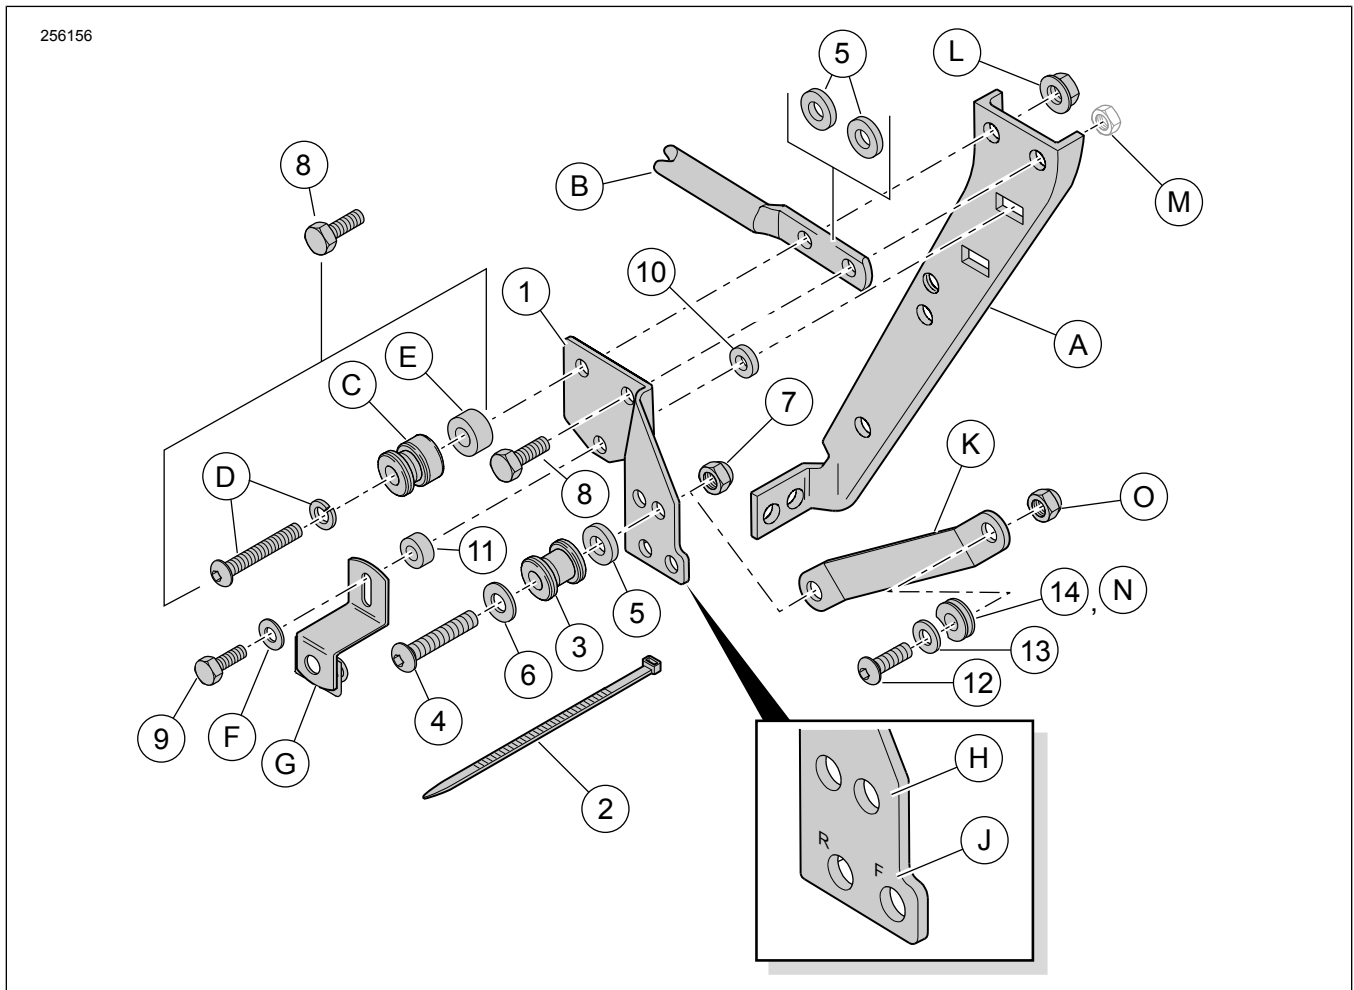

Figura 1. Conteúdo do kit: Kit de acoplamento dianteiro instalado individualmente
Veja Figura 1 . Os suportes de montagem do ponto de acoplamento dianteiro (1) são específicos para cada lado. As letras gravadas perto dos furos inferiores precisam estar voltadas para fora e identificar as posições dianteira (F) e traseira (R).
2. **Sem o kit de acoplamento traseiro:** consulte Figura 1 . Instale o suporte de montagem como segue:
- a. Instale um parafuso com 5/16-18 x 1 pol. (25 mm) de comprimento (8) em ambos os furos superiores.
- b. Instale um espaçador com 1/8 pol. (3,2 mm) de espessura (5) em cada parafuso, entre o suporte de montagem (1) e o suporte do alforje Equipamento original (OE) (A).
3. **Com o kit de acoplamento traseiro:** consulte Figura 1 . Instale o suporte de montagem como segue:
- a. Instale o parafuso com 5/16-18 x 1 pol. (25 mm) de comprimento (8) do kit de acoplamento dianteiro (53803-06) no furo dianteiro superior do suporte (1) e através da parte da frente do suporte (B) do kit de acoplamento traseiro (53804-06), colocado entre o suporte de montagem (1) e o suporte do alforje original de fábrica (A).
- b. Instale o parafuso com 5/16-18 x 2-1/4 pol. (57 mm) de comprimento e a arruela de pressão (D), o ponto de acoplamento (C) e o espaçador com 0,386 pol. (9,8 mm) de espessura (E) do kit de acoplamento traseiro (53804-06) no furo traseiro superior do suporte (B) do kit de acoplamento traseiro (53804-06), colocado entre o suporte de montagem (1) e o suporte do alforje original de fábrica (A).
4. Veja Figura 1 e Tabela 2 . Instale a montagem do alforje traseiro.
- a. Insira o parafuso de 1/4-20 (item 9, o comprimento é de 1 pol. ou 7/8 pol. dependendo do modelo) com arruela (F) e abertura no suporte de montagem do alforje (G).
- b. **Para modelos FLHR, FLHT ou FLTR:** insira as roscas através do furo inferior do suporte de montagem (1), diretamente sob os parafusos instalados anteriormente.
- c. **Para modelos FLHRC ou FLHRS:** coloque o espaçador com 9/16 pol. (14,3 mm) de espessura (11) sobre as roscas do parafuso e insira as roscas através do furo inferior do suporte de montagem (1), diretamente sob os parafusos instalados anteriormente.
- d. Coloque o espaçador com 1/8 pol. (3,2 mm) de espessura (10) sobre as roscas do parafuso e insira as roscas através do suporte do alforje (A) e na porca rápida. Aperte.
7. Veja Figura 7 e Figura 1. Coloque uma arruela (6) sobre as roscas de um parafuso de cabeça abaulada (4) deste kit.
8. Coloque um ponto de acoplamento (3), com a orientação mostrada, sobre as roscas do parafuso, seguido por um espaçador (5).
- Para modelos 1994-1996:** através do furo mais traseiro (H) no suporte de montagem (1).
- Para modelos 1997 e posteriores:** através do furo mais dianteiro (H) no suporte de montagem (1).
- Insira as roscas do parafuso através do furo maior no suporte (53805-99, item K, parte do kit de rack ou montante sissy bar) e aperte frouxamente com a porca de travamento (7).